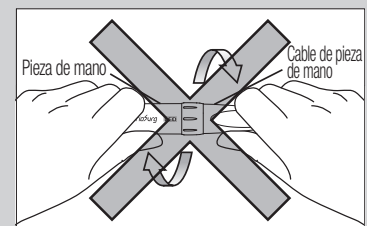

Fig. 23
- La pieza de mano no se puede retirar del cable de pieza de mano. Retirar o torcer la pieza de mano podría causar daños en los componentes internos y fallos en el dispositivo. (Fig. 23)